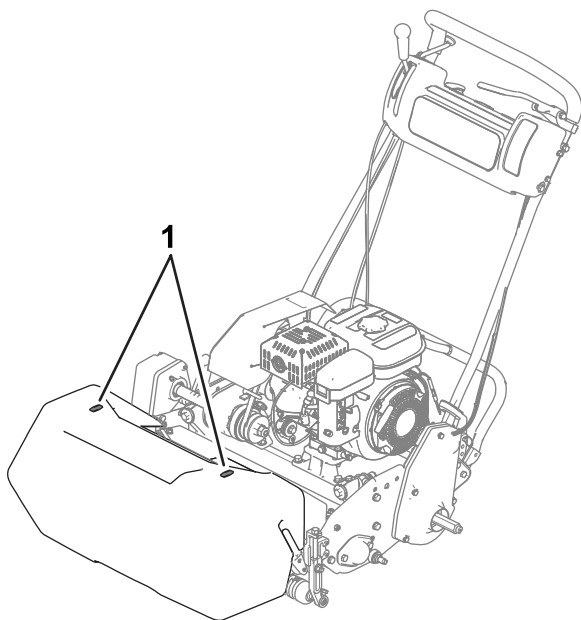

Figure 22
- Pour vous aider à travailler en ligne droite sur le green et à maintenir la machine à égale distance du bord de la passe précédente, servez-vous des bandes d'alignement sur le dessus du bac à herbe (Figure 22).